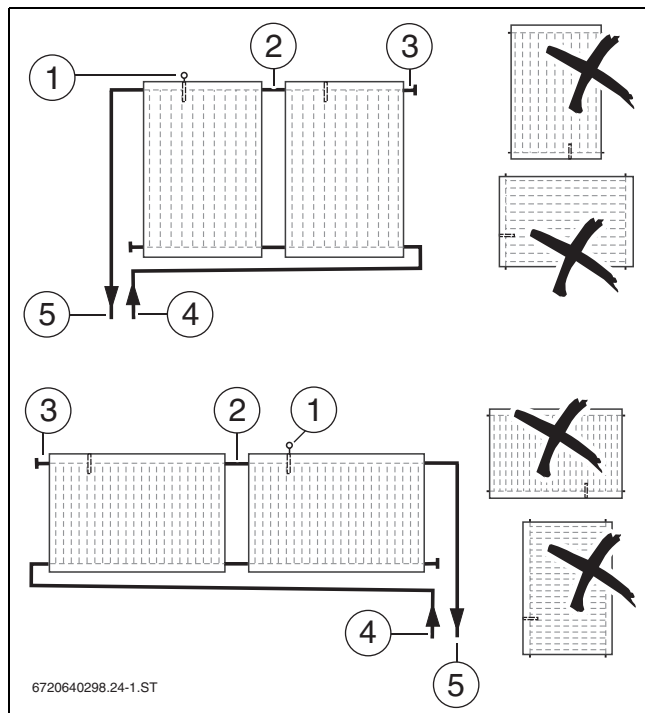

Fig. 14 Disposição de colectores verticais (em cima) e horizontais (em baixo)
- ▶ Ligar o campo de colectores alternadamente (→ fig. 14).
- ▶ Para montagem dos colectores, ter atenção para que a baíña de imersão se encontre em cima para a sonda do colector (→ fig. 14 [1]).
- ▶ Projectar a colocação do cabo da sonda do colector, de modo a que a sonda do colector (→ fig. 14 [1]) possa ser montada no colector com o tubo de avanço ligado [5].